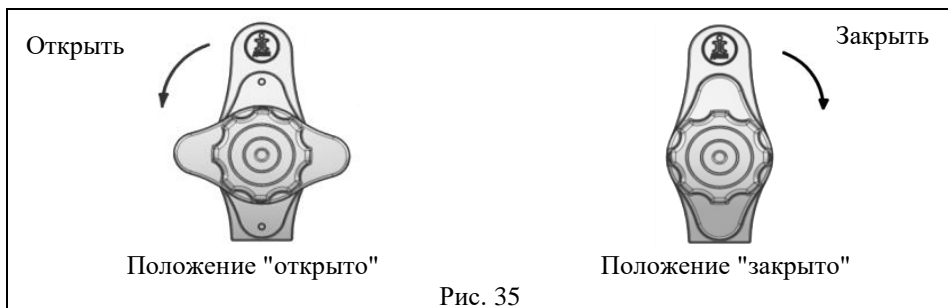

Рис. 35
- повернуть корпус фиксатора на замке стойки против часовой стрелки в положение "открыто" (см. рис. 35);
- приподнять основание стола вверх (см. рис. 35а), вытащить замок стойки;
- опустить основание стола до упора, повернуть корпус фиксатора по часовой стрелке в положение "закрыто" (см. рис. 35).
Рис. 35а